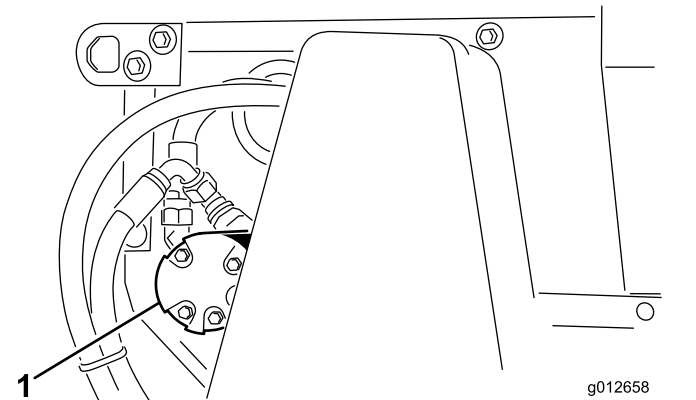

Bild 41
2. Lösen Sie die Muttern, mit denen der Bürstenmotor (Bild 41) an der linken Seite der Maschine befestigt ist.